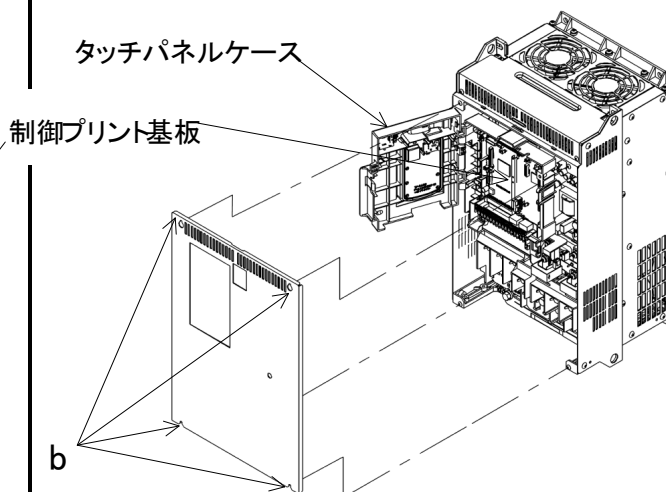

図 2.1-2 前カバーの取外し方法
- (1) 図 2.1-2 のように、b 部の表面カバー取付けネジ（容量により個数は異なります）を外し、表面カバーを取り外してください。
- (2) タッチパネルケースを開けてください。
- (1) 標準取付けしている制御回路端子プリント基板についている c 部 (2ヶ所) の固定ネジをゆるめ、制御プリント板の F ポート (CN1) から外します。
- (2) OPC-VG1-TBSI を取り付けます。
- (3) d 部 (2ヶ所) の固定ネジを締めて OPC-VG1-TBSI を固定します。
- (4) 図 2.1-1, 図 2.1-2 の「前カバーの取外し方法」を参照して、前カバーを取り外した手順と逆に取り付けます。